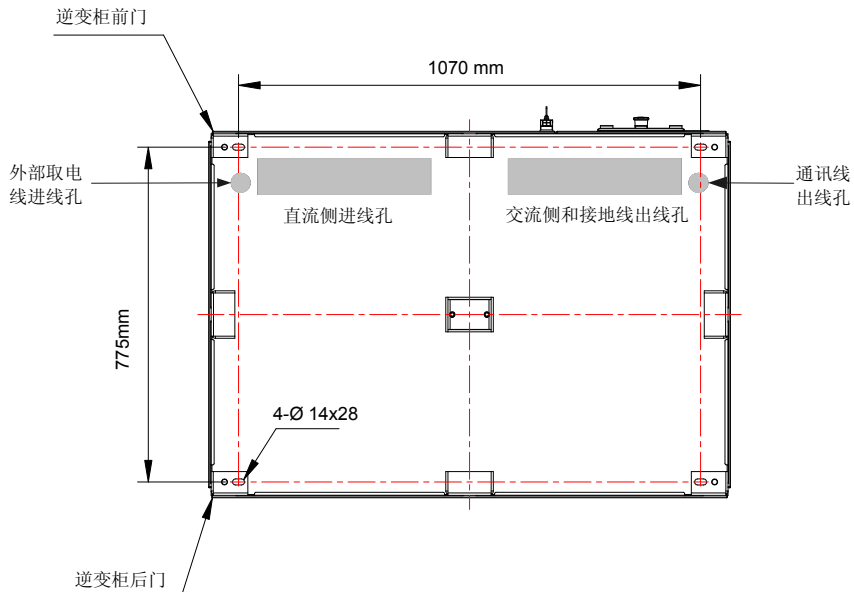

图 5-9 IPV800T250 逆变器底部安装孔位尺寸及出线孔示意图（仰视图，单位：mm）
- 1) 确认安装平面上的固定孔位和逆变器的安装孔位一致，固定孔位置详见图 5-9；